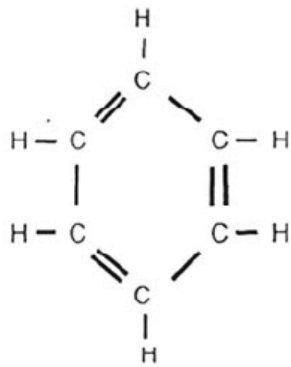

Figura 2: Benzeno
Infelizmente, com os modernos processos, a refinaria está modificando a química básica dos combustíveis; as estruturas alifáticas, predominantes em óleo cru, são cada vez mais transformadas em estruturas aromáticas. Vamos examinar um aromático simples: o Benzeno (ver figura 2). A formulação química deste aromático é C_6H_6 . A relação hidrogênio / carbono é: $H / C = 6 / 6 = 1$, significando que temos um (1) átomo de hidrogênio para cada átomo de carbono. Este não é um combustível tão bom quando o Hexano, que tem uma relação muito mais elevada.